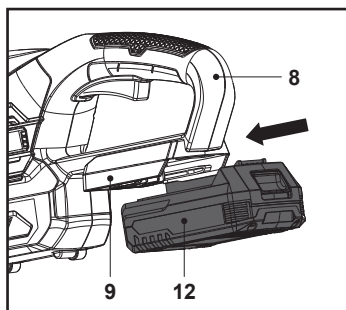

Fig. 3
- Alinhe a bateria (12) com as ranhuras corredeiras da porta de ligação da bateria (9) sob a proteção de segurança traseira (8) e deslize a bateria (12) para prendê-la.
- Garanta que esta está encaixada no devido lugar (Fig. 3).